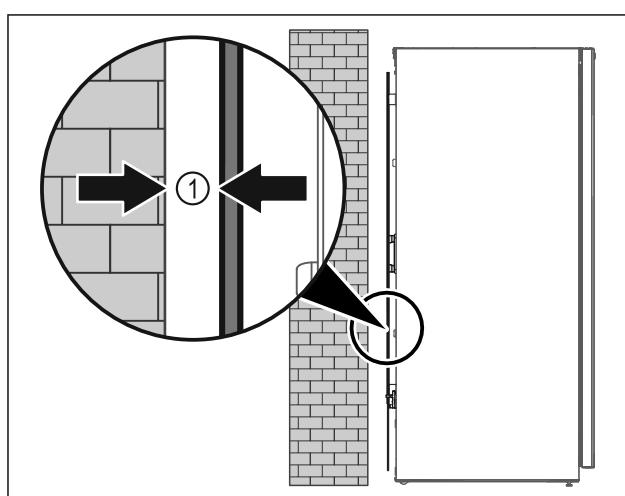

Fig. 5
- Поставете уреда свободностоящ в помещението или директно на стената на минимално разстояние от 5 mm Fig. 5 (1).